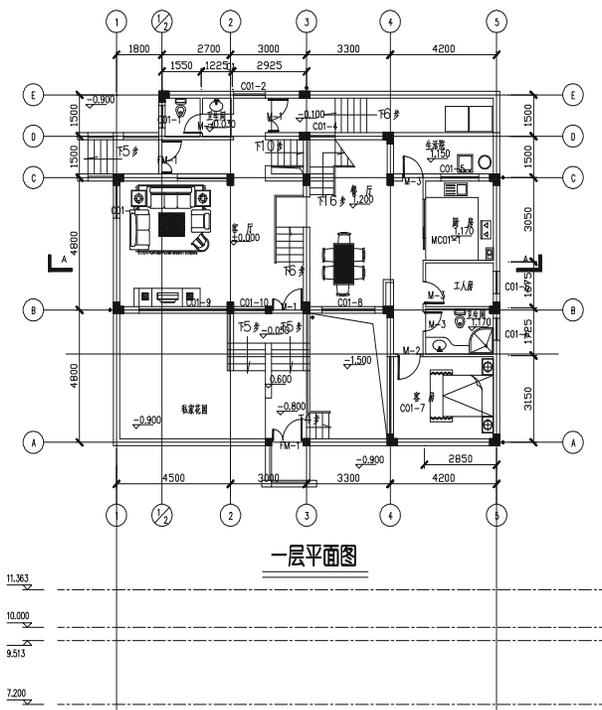

图 10-1-5
**STEP 04** 按 F8 键打开正交功能，并复制一层平面图中的轴线 1-1 和 5-5 到楼层标高线的下方，如图 10-1-5 所示。